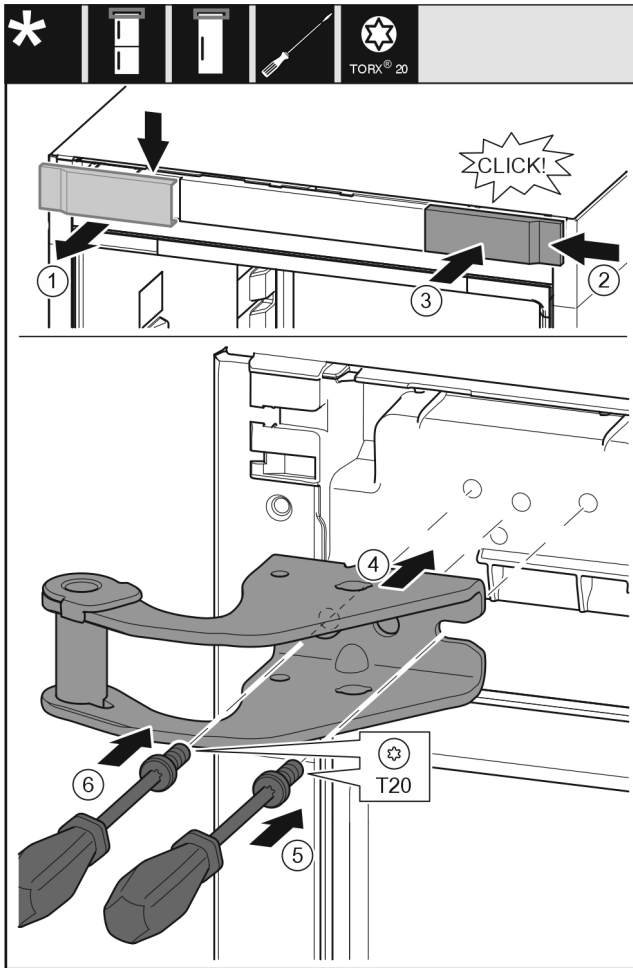

Fig. 12
- ▶ Vegye ki felülről az alsó fedelet előrefelé. Fig. 12 (1)
- ▶ Akassza be a fedelet 180°-kal elfordítva a másik oldalra jobbról. Fig. 12 (2)
- ▶ Pattintsa be a fedelet. Fig. 12 (3)
- ▶ Helyezze fel a felső csapógybakot. Fig. 12 (4)
- ▶ Helyezze fel és húzza meg a csavart a T20 csavarhúzóval. Fig. 12 (5)
- ▶ Helyezze be és húzza meg a csavart a T20 csavarhúzóval. Fig. 12 (6)